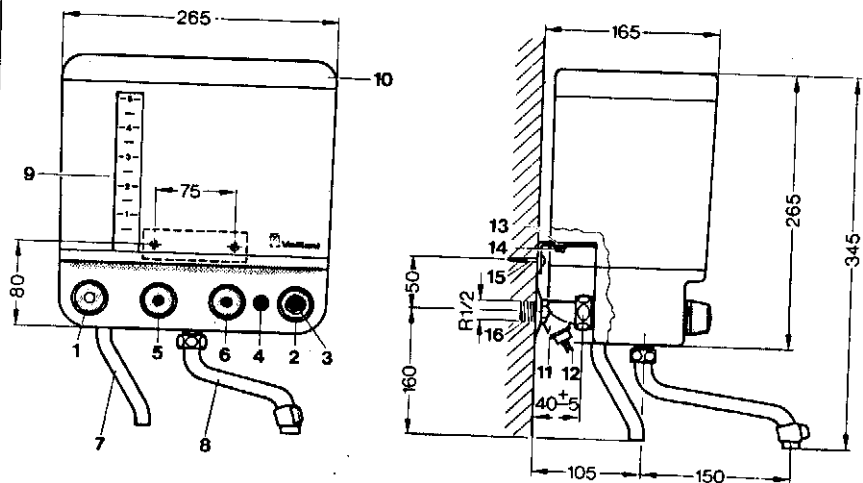

Рис. 1: Устройство и размеры
Вся арматура, с которой соприкасаются при обычном пользовании аппаратом, изолирована от передачи тепла, а бак с водой, переливная труба (7, рис. 1) и поворотный излив (8, рис. 1) могут нагреваться до 100 °С; при кипении воды из переливной трубы (7) может выходить пар.
Если аппарат поврежден - до его подсоединения сообщить поставщику. Как показано на рис. 1, навесить аппарат VEK 5 S на стену вертикально. Для этого к аппарату VEK 5 S прилагается монтажный шаблон.
Объяснить клиенту, что в зависимости от частоты пользования аппаратом и жесткости воды требуется удаление накипи в соответствии с руководством по эксплуатации 830171 GUS; но не позднее, чем указатель уровня (9, рис. 1) станет мутным.